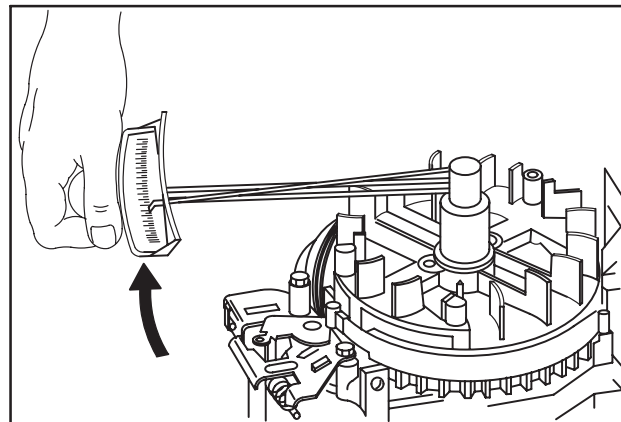

Fig. 122
2. Le frein à bande appliqué, faire tourner le volant en sens horaire, Fig. 122, et noter le couple de la clé dynamométrique.